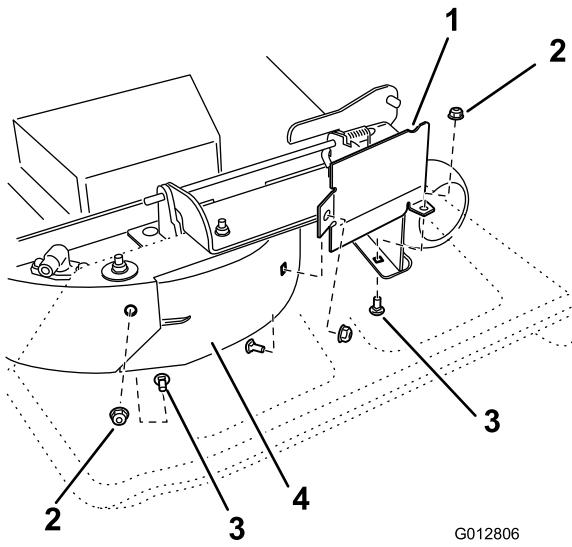

Bild 33
9. Entfernen Sie die Schlossschraube (5/16 x 3/4 Zoll) und Sicherungsmutter (5/16 Zoll) an der hinteren Wand des Mähwerks, mit der das Ablenkblech am Mähwerk befestigt ist (Bild 33).
10. Ermitteln Sie den Ablenkblechschutz an der vorderen Kante der Seitenauswurföffnung. Entfernen Sie die Befestigungen, mit denen der Ablenkblechschutz und das rechte Ablenkblech am Mähwerk befestigt sind, siehe Bild 33. Entfernen Sie den Ablenkblechschutz und bewahren Sie die Befestigungen auf.
12. Bringen Sie die Befestigungen an, die Sie vorher aus den vorderen Löchern in der Auswurfplatte und dem vorderen Loch am Mähwerk entfernt haben (Bild 33).